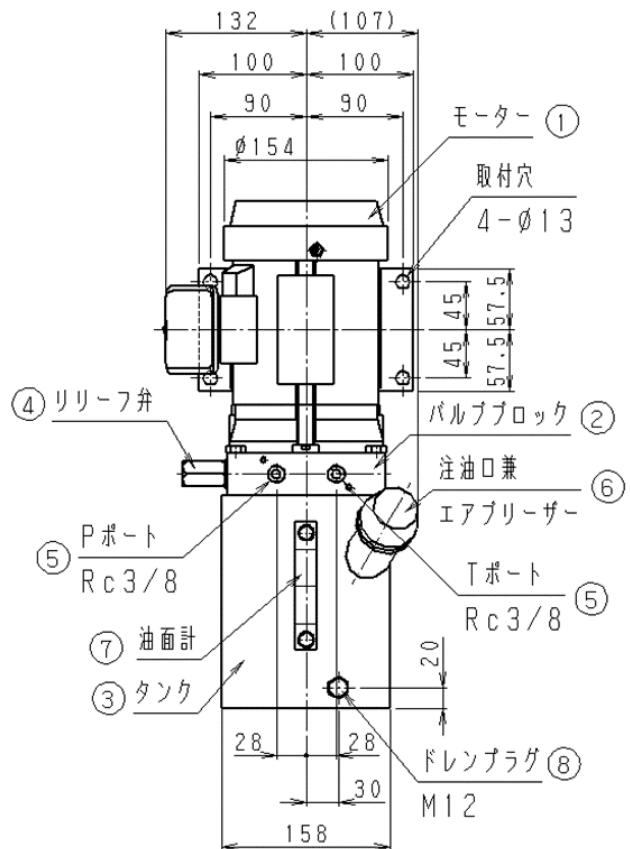

図2 正面図
5-1 標準品 (図2, 3, 4参照)
- (5) 本機にはRc3/8のP、T、R1、R2ポート（図2、4参照）、オプション品（電磁弁付き）の場合、A、B、R1、R2ポート（図4、6、7参照）があります。ここへ接続する配管材はRc3/8を使用して下さい。他の部品の配管材もRc3/8、又は、それ以上のものを使用して下さい。
- (6) 使用する配管材は、十分にフラッシングしたものを使用して下さい。
- (7) 配管材を接続する時は、漏れ防止の為シールテープ等を使用し、ねじ込みトルクは30 N·m程度にして下さい。
- (1) タンク内に作動油は入っていません。使用の前に注油口兼エアブリーザー（図2参照）のキャップを外して注油して下さい。
- (2) 作動油は清浄な石油系作動油で粘度グレードが ISO VG 32～68相当のものを使用して下さい。
(図2参照)